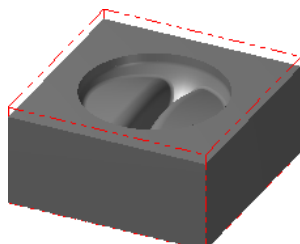

图 4.3 显示工件
Step4. 单击“机器群组属性”对话框中的 按钮，完成工件的设置。此时零件如图 4.3 所示，从图中可以观察到零件的边缘多了红色的双点画线，双点画线围成的图形即为工件。